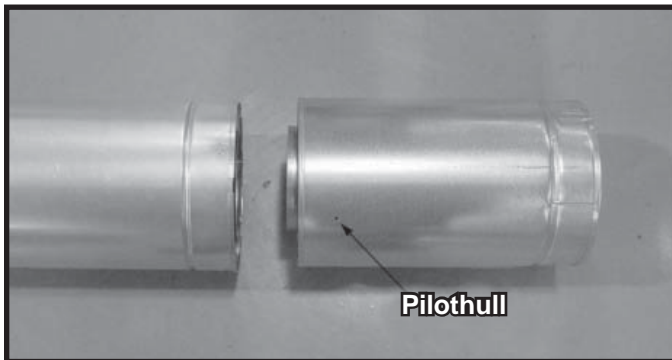

Fig. 10.3 Glidedel pilothull
- La den indre avtrekksrøren av glidedelen gli inn i den indre avtrekksrøren av rørdelen, og den ytre avtrekksrøren av glidedelen gli over den ytre avtrekksrøren av rørdelen. Se Fig. 10.3